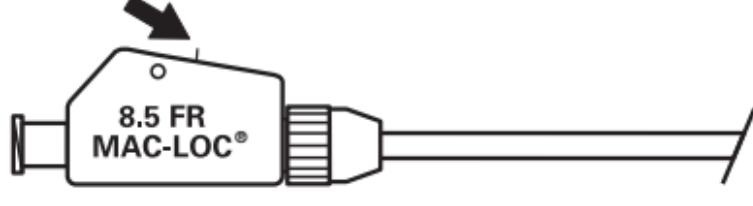

Fig. 3
- c. Klipp av overflødig sutur. (Fig. 3)